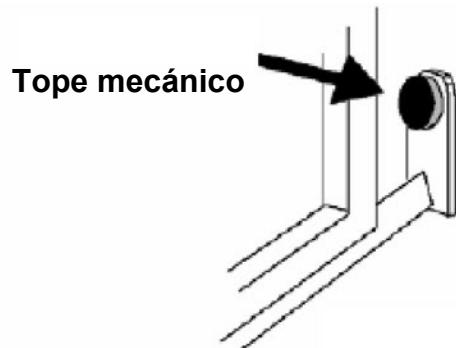

Fig. 2
- Antes de proceder al montaje del automatismo controlar el buen funcionamiento de la cancela. Asimismo es conveniente verificar que la guía de desplazamiento a tierra (**Fig. 1**) no presente malformaciones, que se encuentre perfectamente nivelada y que el tope mecánico en apertura esté presente (**Fig. 2**), para evitar que la cancela salga de las guías superiores (**Fig. 3**).
Posicionar el motorreductor y fijarlo con los pernos suministrados. **A** (Fig.2).